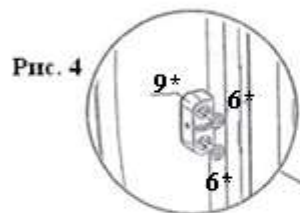

Рис. 4
4. Собрать заднее ограждение со спинками (1) на 4х мебельных винтах (5*), как указано на схеме №1
5. Кроватка предусматривает верхнее и нижнее положение ложа, при желании установите кронштейн (9*) верхнего положения ложа, закрепив его мебельными винтами (6*), как показано на **Рис.4** При установке ложа в верхнем положении не затягивайте евровинты до упора, для свободного перемещения переднего ограждения.
6. Переднее ограждение (4) аккуратно вставить сверху в пластиковые Т-образные направляющие (8*) по пазам в боках ограждения.
7. Для опускания передней боковины одновременно отожмите ручки-кнопки (23*) фиксаторов (20*) и произведите перемещение переднего ограждения(4) вниз до ее фиксации в спинках кровати. Для удобства высота переднего ограждения может меняться в 2х положениях